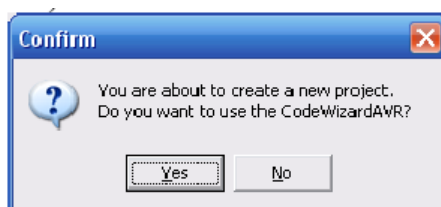

Рисунок 5.3 – Вікно створення проекту Code Vision AVR
2. Вибираємо File Type «Project». Натискаємо «OK». На екрані з'явиться діалог (рис. 5.3).